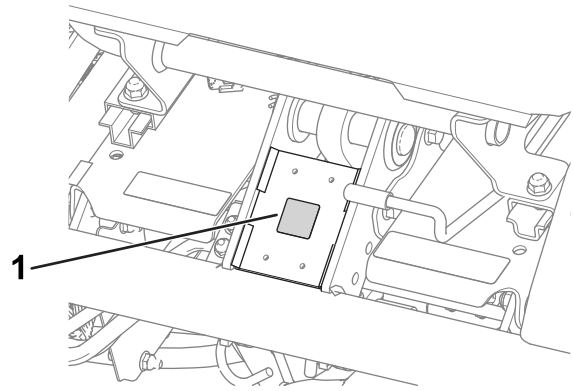

Bild 10
- Bringen Sie den CE-Kennzeichnungsaufkleber am Rahmen unter der Vorderseite des Sitzes an (Bild 10).